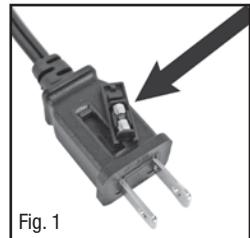
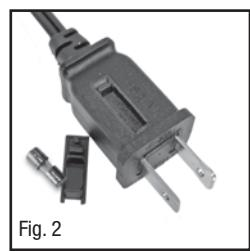

Fig. 1
Fig. 2
2. Si le ventilateur perd de sa puissance ou bien si vous soupçonnez que le fusible est grillé, commencez par séparer le porte-fusible de recharge de la fiche (fig. 1). Sortez le fusible de recharge de son logement en plastique et mettez ce fusible de côté (fig. 2).
- Adaptez le bas du poteau de métallique (A) dans le renforcement rond de la base fig.2).
- Faites correspondre les 3 trous de vis du bas du poteau de métallique (A) et les 3 trous de la base.
- Fixez le poteau de métallique à la base en insérant et vissant les 3 vis dans les 3 trous de la base (fig. 2).